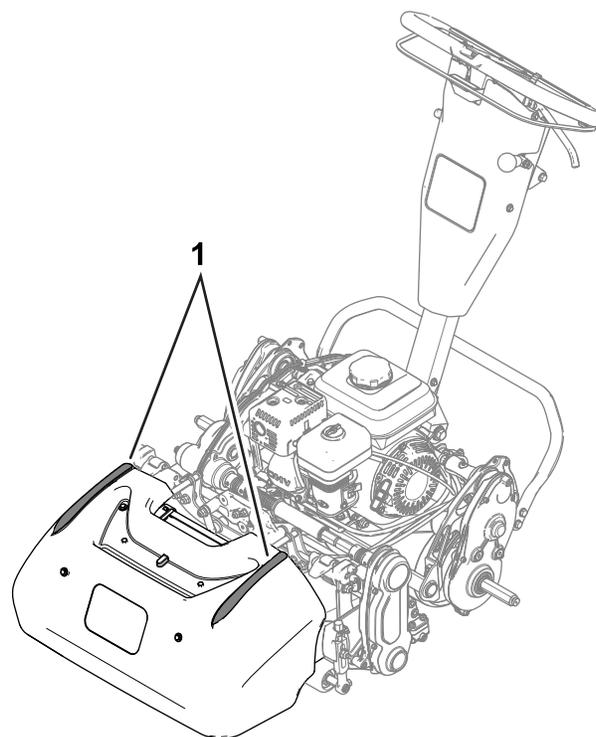

Figura 22
- Para ayudar a mantener una línea recta a través del green y mantener la máquina a la misma distancia de la pasada anterior, utilice las señales de alineación del recogedor (Figura 22).